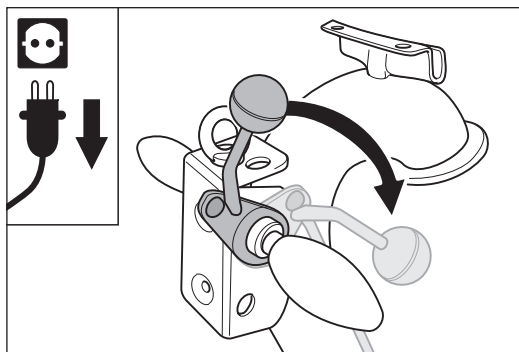

Abb. 55 Den Ablasshebel am Handgriff nach unten drücken. Dadurch wird die Schleifwalze auf den Boden abgesenkt.
- 10 Drücken Sie den Ablasshebel am Handgriff nach unten (Abb. 55). Dadurch wird die Schleifwalze auf den Boden abgesenkt.